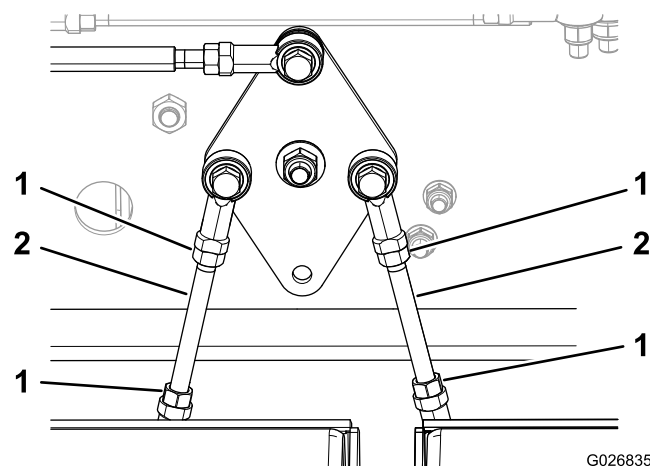

Figure 13
13. Ajustez la longueur des tiges de direction au besoin (Figure 13).